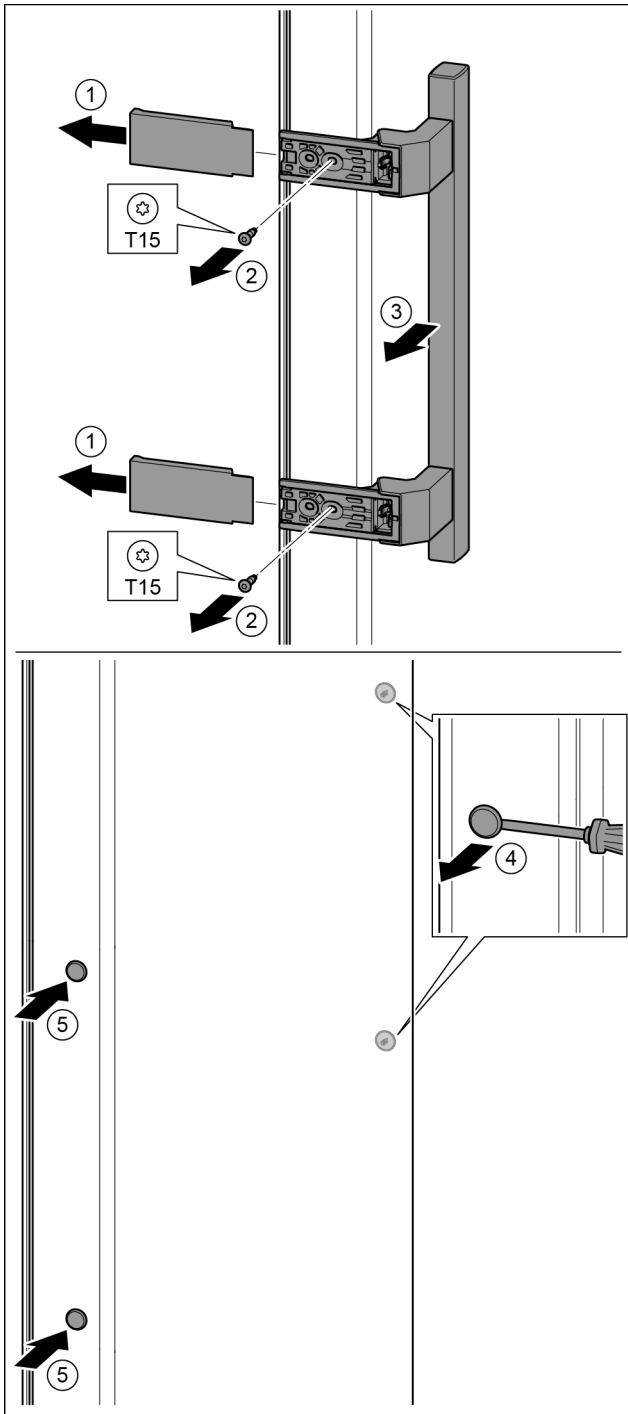

Fig. 18
- ▶ Húzza le a fedelet. Fig. 18 (1)
- ▶ T15 csavarhúzóval tekerje ki a csavarokat. Fig. 18 (2)
- ▶ Vegye le a fogantyút. Fig. 18 (3)
- ▶ Az oldalsó dugókat egy csavarhúzóval óvatosan emelje meg és húzza ki. Fig. 18 (4)
- ▶ A dugókat helyezze be a másik oldalra. Fig. 18 (5)